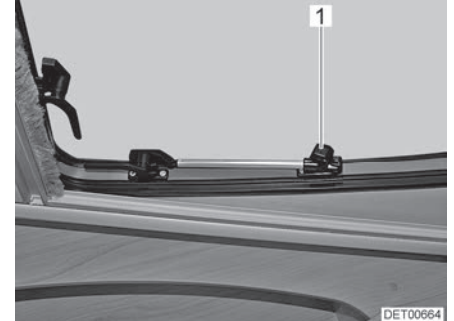

Fig. 69 Lucernario con deflettori a rotazione, aperto
- Aprire il lucernario fino alla posizione desiderata e fissarla mediante il pomello zigrinato (Fig. 69,1).
- Ruotare il pomello zigrinato (Fig. 69,1) fino a che l'arresto viene sbloccato.